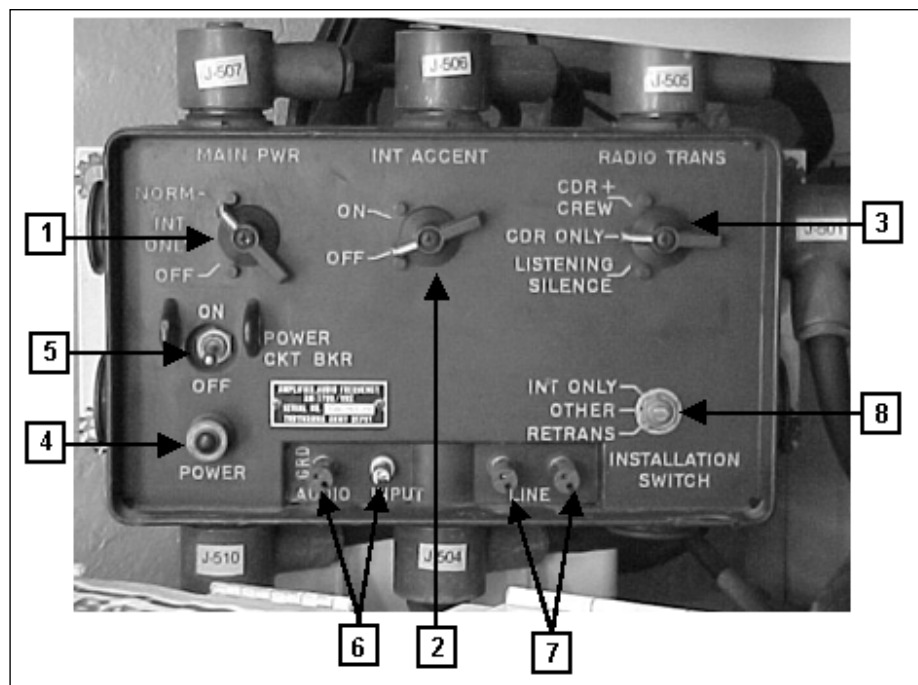

Fig 8-45. Amplificador distribuidor EB11 - AK20/ ERC
a. Amplificador distribuidor EB11 - AK20/ ERC (Fig 8-45)
(1) Descrição - O EB11 - AK20/ ERC amplifica a saída do intercomunicador e do receptor e é a principal caixa de conexão dos componentes de um sistema de rádio instalado em uma viatura. Tem todos os controles de operação e conectores na parte externa. Os dez conectores estão localizados na parte superior, no fundo e nos lados. Os controles de operação, a lâmpada indicadora POWER e dois pares de terminais estão localizados na frente. A tampa traseira do EB11 - AK20/ ERC tem uma junta de vedação e é presa por oito parafusos cativos. A caixa tem quatro alças de prender que são usadas para montar o EB11 - AK20/ ERC na blindagem do veículo.